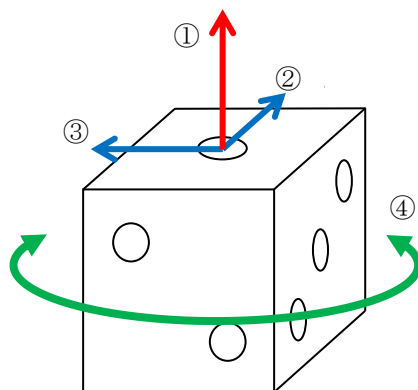

図 2.2 コロスケの座標軸
コロスケからは、加速度、磁気データの各センサから X, Y, Z 軸の計六つのデータが送信されます。図 2.2 にコロスケの座標軸を示します。立体ディスプレイに表示する上面、下面のサイコロの目は、コロスケの上面に対して鉛直方向の軸（図 2.2 の①の軸）の加速度センサの値から求めます。また、側面のサイコロの目はコロスケの上面と平行方向の軸（図 2.2 の②、③の軸）の磁気センサの値から求めます。
ここで、コロスケを水平方向（図 2.2 の④の方向）に回転すると、磁気センサの軸が回転するので、磁気センサの値も変化します。この変化をモニタすることで、立体ディスプレイの表示も変化させることができます。また、オフセットをとることで、コロスケの向きに合わせ、立体ディスプレイの表示を変えることができます。